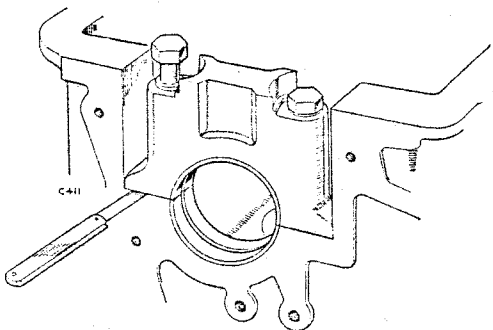

Fig. A-311—Comprobación de la presión de ajuste del cojinete de bancada.
1. Retírense los sombreretes de los cojinetes y móntense los casquillos, sujetándolos por medio de orejas. Apriétense los sombreretes y aflójese un perno de cada par. Verifíquese la presión de ajuste, según ilustrado en Fig. A-311, asegurándose que la tolerancia no exceda 0,10 a 0,15 mm. Se puede corregir la presión de ajuste por medio de un montaje selectivo de los casquillos, que están disponibles en espesores que varían ligeramente.